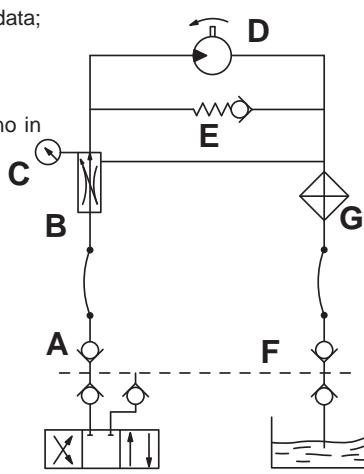

fig. 37 Lato trattore
- impianto dipendente:** collegato all'impianto della trattrice (Fig. 37);
- **Alimentazione dell'olio:** attenersi ai dati dello schema Fig. 37. Collegare correttamente i tubi oleodinamici ai distributori della trattrice seguendo le indicazioni riportate su ogni tubo.
Nei trattori con pompa a portata variabile (circuito idraulico chiuso), dotati di regolatore della portata d'olio, si deve aprire completamente il regolatore a tre vie (B, Fig. 37) e partendo con poca portata d'olio aprire gradualmente il regolatore interno del circuito del trattore fino al raggiungimento della pressione desiderata, indicata dal manometro (C, Fig. 37).